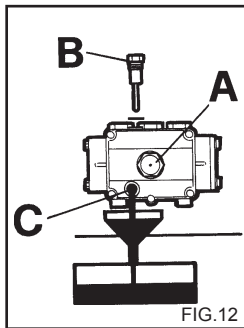

FIG.12
Необходимо производить регулярную проверку уровня масла в насосе высокого давления при помощи смотрового окошка (Рис.12А) или щупа (рис.12В). Норма соответствует середине смотрового окна.
1. Отверните крышку на заливной горловине (рис.12В).
2. Отверните сливную пробку под насосом (рис.12С).